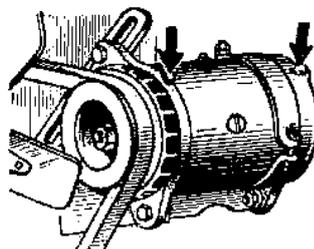

Рис. 24. Подшипники вала якоря генератора (2 точки).
- 36 Ввести в две масленки подшипников вала якоря генератора (рис. 24) по 5 капель масла, применяемого для двигателя.